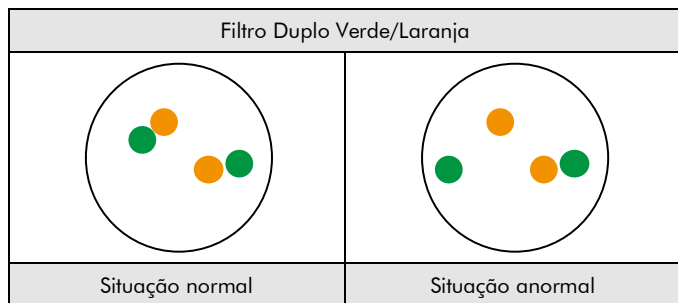

Fig. 2: Resultados esperados em núcleos normais e anormais
**Situação normal:** Em interfases de células normais ou em células sem translocação envolvendo a região do gene YWHAE, são visíveis dois sinais de fusão verde/laranja (ver Fig. 2).
**Situação anormal:** Uma região do gene YWHAE afetada por uma translocação é indicada por um sinal verde e laranja separados (ver Fig. 2).